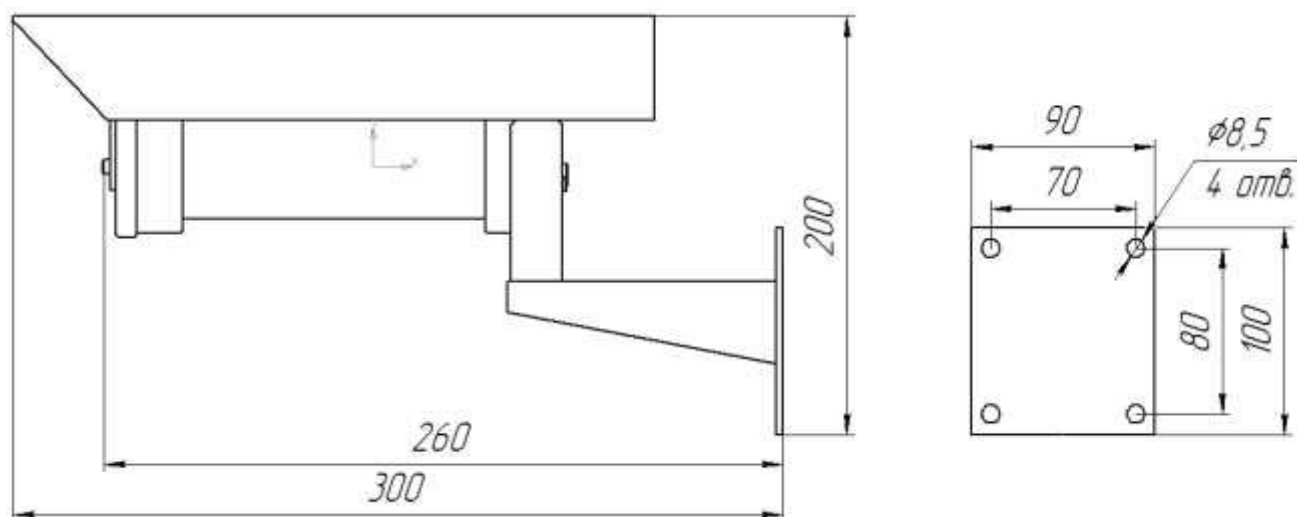

Рисунок 1 – Габаритные размеры извещателя Спектрон-801-Exd-M/H-NART
- определить место установки и разметить место крепления, рис. 1 и 2;